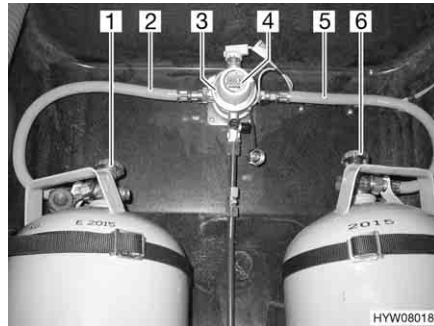
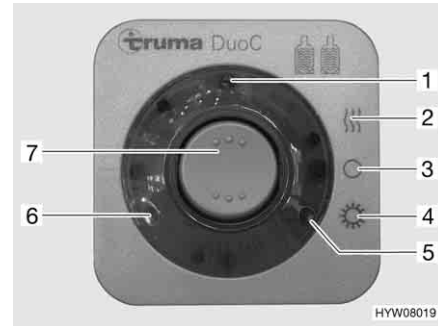

Fig. 123 Instalación de conmutación DuoControl
Fig. 124 Unidad de mando
La instalación de conmutación DuoControl se compone de una válvula selectora (Fig. 123,3) y la unidad de mando (Fig. 124). La válvula selectora está montada entre las gomas del gas (Fig. 123,2 y 5). Con el botón giratorio (Fig. 123,4) en la válvula selectora se puede determinar cuál de las bombonas de gas se utilizará como bombona de servicio y cuál bombona de gas como bombona de reserva.
En la unidad de mando (Fig. 124) únicamente pueden conmutarse las funciones eléctricas. Las llaves de paso principales de las bombonas de gas (Fig. 123,1 y 6) deben abrirse a mano.
La válvula selectora garantiza una presión de gas constante independientemente de cuál sea la bombona de gas que suministre el gas. Las dos luces de control en la unidad de mando indican el nivel de llenado de la bombona de servicio. Al estar encendida la luz de control verde (Fig. 124,6), estará llena la bombona de servicio. Al estar encendida la luz de control roja (Fig. 124,5), estará vacía la bombona de servicio. Entonces, el suministro de gas se realizará a través de la bombona de reserva.
- Abrir las llaves de paso principales en las bombonas de gas (Fig. 123,1 y 6).
- Con el botón giratorio (Fig. 123,4) en la válvula selectora (Fig. 123,3), seleccionar la bombona de gas de la que habrá de tomarse el gas principalmente (bombona de servicio). Girar el botón giratorio siempre hasta el tope.
- Conectar la instalación de conmutación DuoControl en la unidad de mando (Fig. 124). Para ello, ajustar el interruptor basculante (Fig. 124,7) en modo de invierno "On y calentar" (Fig. 124,2) o en modo de verano "On" (Fig. 124,4). Ahora, estará purgada de aire la válvula selectora. La luz de control amarilla (Fig. 124,1) estará encendida al haber seleccionado el modo de invierno y estando conectado el deshelador de regulador.
- Poner el interruptor basculante (Fig. 124,7) en "O" (Fig. 124,3). La luz de control amarilla (Fig. 124,1) se apaga.
- Cerrar las llaves de paso principales en las bombonas de gas (Fig. 123,1 y 6).
Indicación a distancia Las luces de control en la unidad de mando (Fig. 124,5 y 6) señalizan en el interior del vehículo si la bombona de servicio está dispuesta para el funcionamiento.
Cambio de bombonas de gas En caso de que luz de control verde (Fig. 124,6) se apague durante el servicio y se encienda la luz de control roja (Fig. 124,5), estará vacía la bombona de gas seleccionada como bombona de servicio y deberá ser cambiada. La bombona de reserva seguirá suministrando gas a los consumidores de gas.